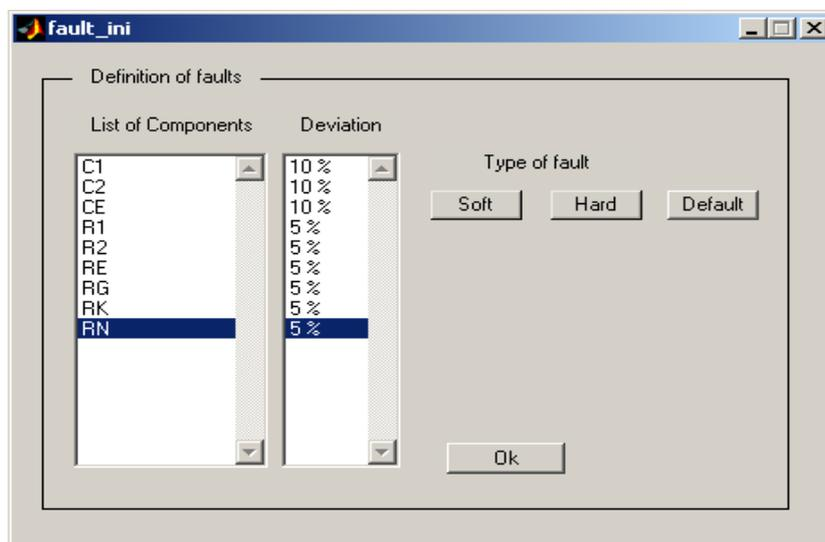

Рисунок 2.1. Окно описания неисправностей
3. Выбрать в пункте главного меню *Fault* режим “*On*”, при котором появляется окно описания неисправностей (рис. 2.1).